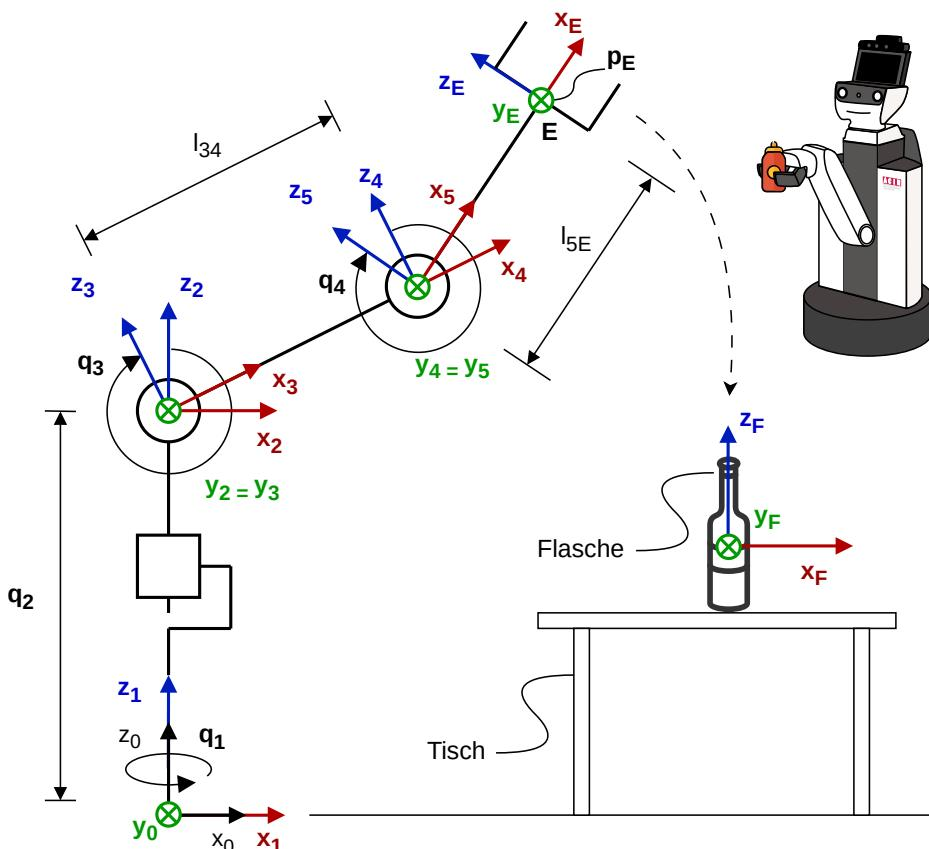

Abbildung 3: Skizze des Haushaltsroboters
2. Abbildung 3 zeigt schematisch eine vereinfachte kinematische Kette eines Haushaltsroboters. Das System hat die Freiheitsgrade: $\mathbf{q} = [q_1 \ q_2 \ q_3 \ q_4]^T$ und diese sind wie folgt charakterisiert: q_1 ist eine Rotation um die positive z_0 -Achse, q_2 ist eine Translation entlang der positiven z_1 -Achse, q_3 entspricht einer Rotation um die positive y_2 -Achse, und q_4 beschreibt die Rotation um die positive y_4 -Achse. Bis auf den Endeffektor E kann das System als masselos betrachtet werden. Der Endeffektor E mit der Masse m_E , ist mit einer Trägheitsmatrix um den Schwerpunkt im körperfesten Koordinatensystem $\mathbf{I}_E = \text{diag}([I_{E,xx} \ I_{E,yy} \ I_{E,zz}])$ beschrieben. Der Schwerpunkt des Endeffektors liegt im Punkt \mathbf{p}_E . Tisch und Flasche sind nur für Teilaufgabe g relevant.